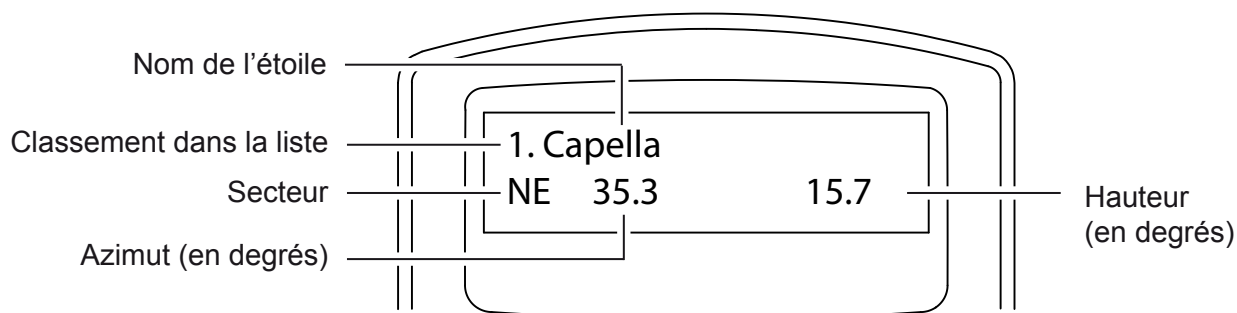

Fig. 3.4b
3. La raquette affiche une liste des étoiles les plus brillantes situées dans le secteur du point cardinal ou inter-cardinal choisi, triée par magnitude décroissante, avec l'étoile la plus brillante en tête de liste. Vous pouvez utiliser les touches de déplacement pour naviguer dans cette liste. Un exemple d'affichage est donné Fig. 3.4b.